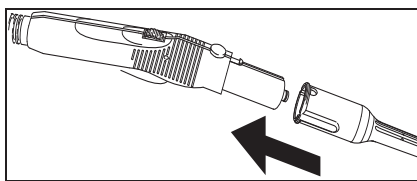

Abb. 6
- Benötigtes Zubehör (D1, E1, F1) mit der Dampfpestole (C1) verbinden. Dazu das offene Ende des Zubehörs auf die Dampfpestole (C1) stecken und soweit auf die Dampfpestole schieben, bis die Entriegelungstaste (C2) der Dampfpestole einrastet (siehe Abb. 6).